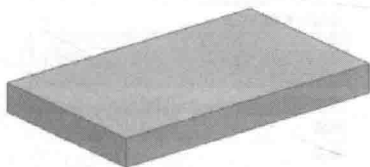

图 1-4 创建块
① 选择【插入】|【设计特征】|【块】命令,出现【块】对话框,在【长度】文本框输入“60”,在【宽度】文本框输入“100”,在【高度】文本框输入“10”,单击【确定】按钮,在坐标系原点(0,0,0)处创建块,如图 1-4 所示。